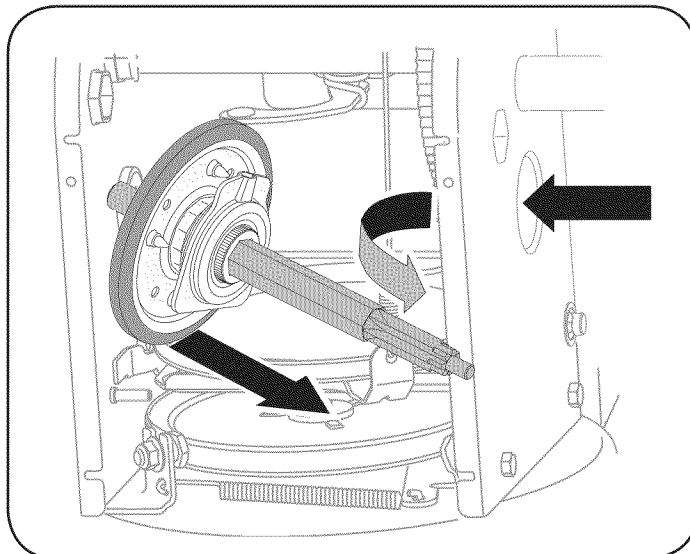

Figura 30
7. Con cuidado, ubique el eje hexagonal hacia abajo y hacia la izquierda antes de deslizar con precaución el montaje de la rueda de fricción fuera del eje. Vea la figura 30.